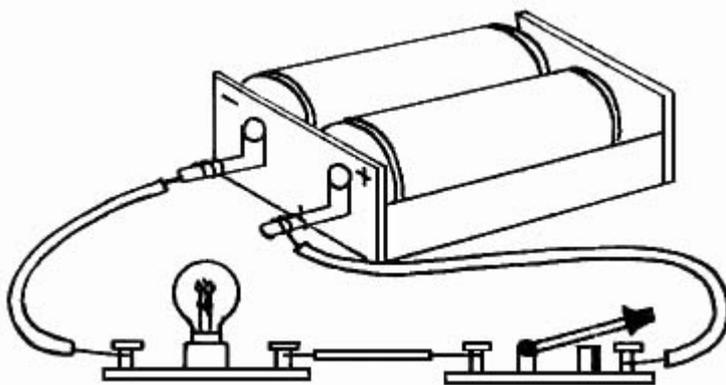
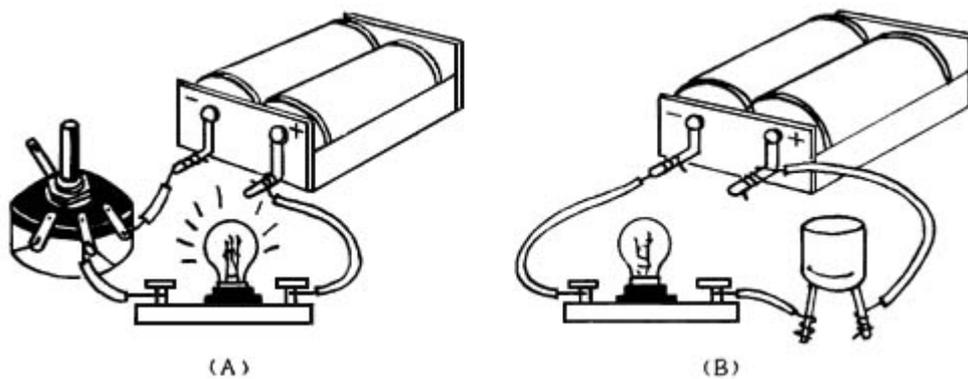
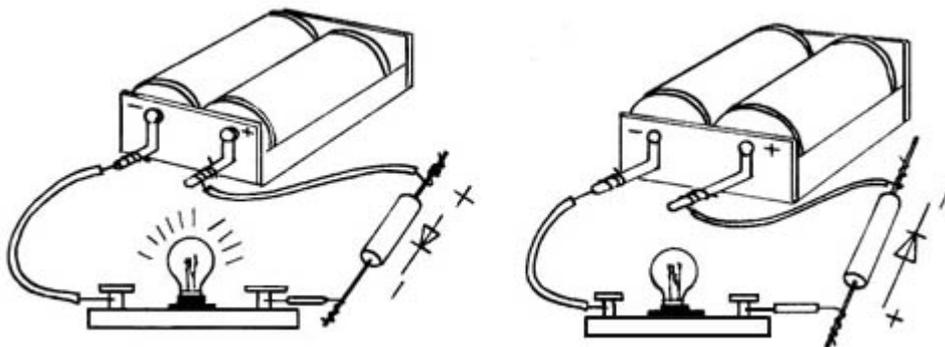

图 3-1 照明灯电路
图 3-2 电阻器和电容器在电路中的作用
图3 晶体二极管的单向导电性
我们将电池、开关和灯泡用导线连接成图 3-1 电路。开关闭合后，电流由电池正极流出，经开关和小灯泡流入电池负极，小灯泡发光。导线和小灯泡都能导电，它们称为导体。在一般情况下金属都是导体。导体在电流通过时，对电流有一定的阻碍作用，这种阻碍作用称为电阻。电阻的文字符号是 R。电阻大小的基本单位是欧姆（符号 Ω ），还有较大的单位千欧（ $K\Omega$ ），和兆欧（ $M\Omega$ ）。它们的换算关系是：
我们将图 3-1 电路中的开关换为 1 个 470 欧姆的电位器（如图 3—2 (A)）。旋转电位器的转柄，小灯泡的亮度要随着电阻值的大小而改变。电阻值越大，小灯泡越暗。这说明电阻器在电路中可以控制电流的强弱。我们可以参考这个电路制成一个可以调光的玩具小台灯。
我们用电容器代替图 3-1 电路中的开关（如图 3-2（B））。接通电路时，我们看到小灯泡闪亮一下后就不再亮了。这是因为电容器在充电的瞬间，电路中有电流。而充电过程很快结束了，电容器充满电荷后，电流消失了。电容器容量越小，充电所用时间越短暂，可见直流电是不能通过电容器的。若将电源改为交流电源，小灯泡将持续发光，若交流电频率可以变化，那么在相同的电压下，高频率交流电较低频率交流电更易于通过同一个电容器而使小灯泡更亮些。这些实验可以说明电容器在电路中，可以起“隔直流，通交流”，“通高频、阻低频”的作用。
我们将晶体二极管接在图3-1电路中的开关位置上（如图3-3（A））。灯泡发光，说明这时二极管导通，二极管的电阻（称为正向电阻）很小。若将二极管两极引脚对调（如图3-3（B）），这时小灯泡就不亮了。这时二极管的电阻（称为反向电阻）很大，电路中几乎没有电流。这个现象说明二极管有单向导电的特性。利用二极管的这个特性，可使用二极管进行检波和整流。